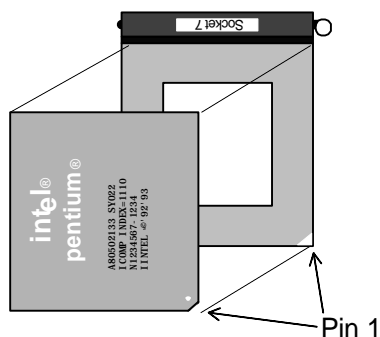

Bild 2-6: Ausrichten und Einsetzen der CPU
4. Richten Sie nun die CPU so über dem Sockel aus, wie in Bild 2-6 gezeigt. Achten Sie dabei auf die abgeschrägte und markierte Ecke der CPU.